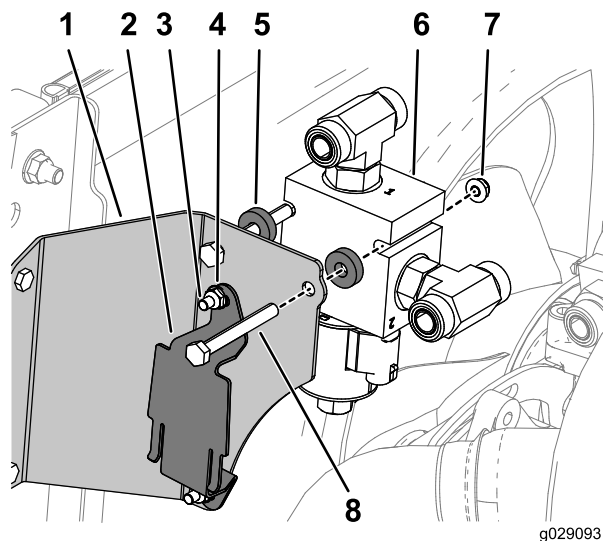

図 16
3. マニホルドアセンブリ用のブラケットの上からラジエターのオーバーフロータンク用ブラケットを取り付けるボルト 1/4 x 3/4 インチ 2本とナット 1/4 インチ 2個を使用して図 16 のように取り付ける。
5. ブラケットにマニホルドアセンブリを取り付けるボルト 5/16 x 2-3/4 インチ 2本、スペーサ個、ナット 2個を使って図 16 のように取り付ける。